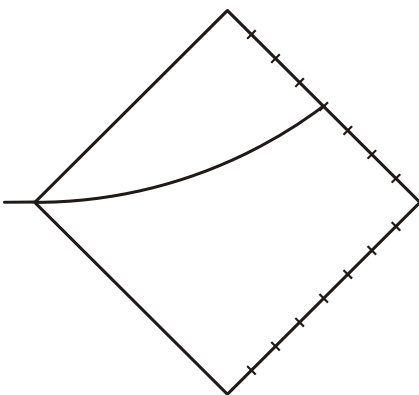

Fig. 3 : Déviation du faisceau électronique par le milieu de la graduation au bord de l'écran
- Augmentez lentement le courant $2 I_H$ traversant les deux bobines de Helmholtz, jusqu'à ce que le faisceau électronique au bord de l'écran passe au milieu de la graduation (cf. Fig. 3).